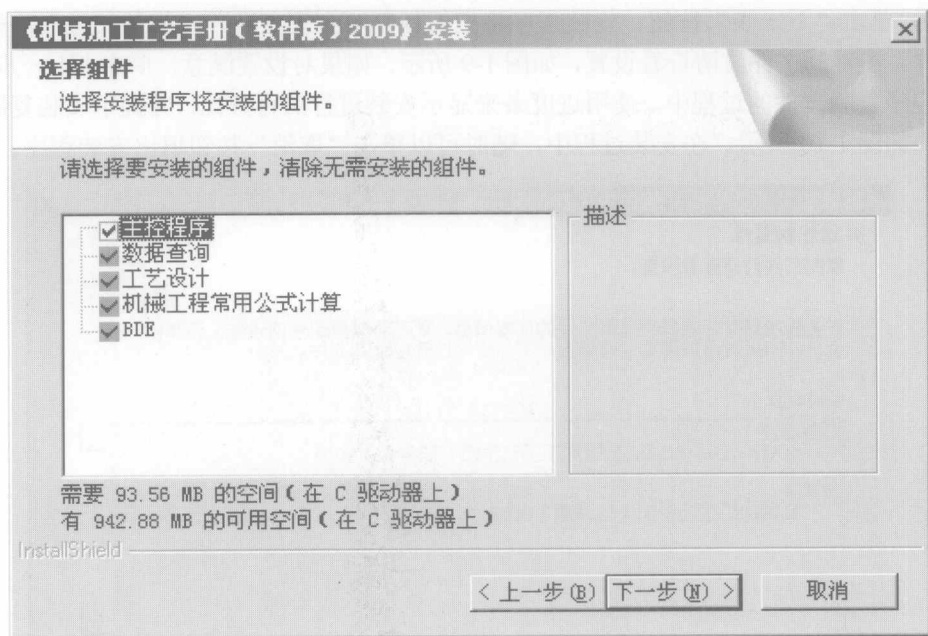

图 1-7 选择组件界面
(7) 进入如图 1-7 所示的选择组件界面。在此界面中可以选择要安装的组件(主控程序和 BDE 为必需安装的组件),不需安装的组件可不选,建议选择系统推荐的安装组件为佳。